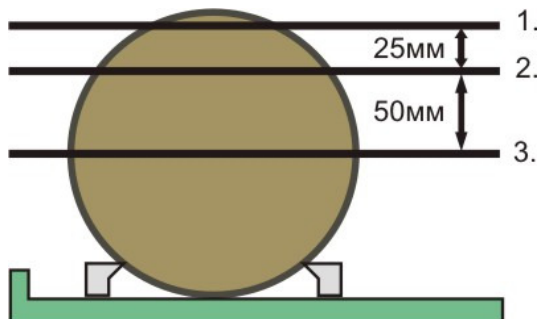

рис. 1
2. Джойстиком установите пилу на нужную высоту (рис. 1 позиция 1.), дисплей (2.) показывает высоту от пилорама.
5. Для распила доски толщиной 25 мм, джойстиком установите пилу пока в дисплей (1.) покажет размер «27.0» (при условии, что режущий путь 2.0 мм, $25.0 + 2.0 = 27.0$ мм), рис. 1 позиция 2.
8. Для распила доски толщиной 50 мм, джойстиком установите пилу пока в дисплей (1.) покажет размер «52.0» (при условии, что режущий путь 2.0 мм, $50.0 + 2.0 = 52.0$ мм), рис. 1 позиция 3.